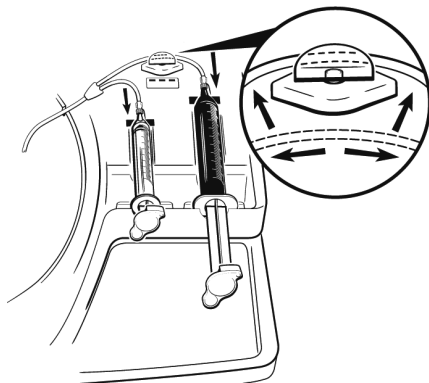

Figure 8. Étirer la tubulure de la seringue 2 et la faire glisser dans le robinet à manchon.
27. Étirer délicatement la tubulure montée sur la seringue 2 et la faire glisser complètement dans l'ouverture du robinet à manchon (voir la figure 8).